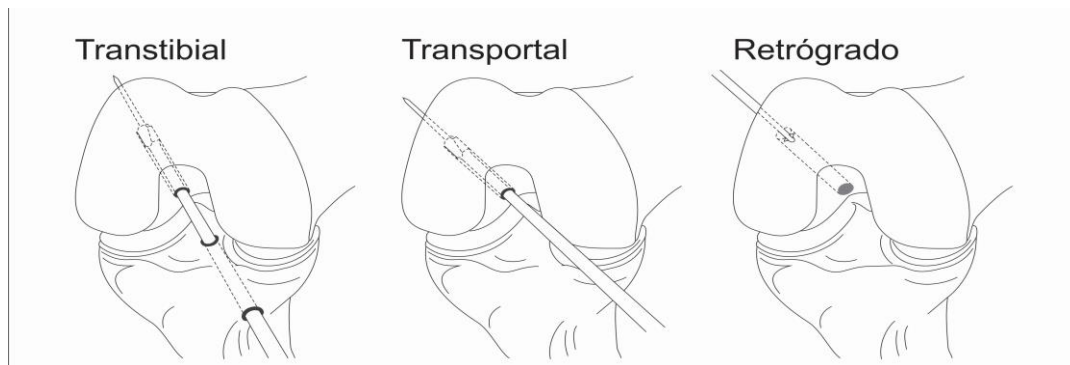

Figura 1: Ilustração da Perfuração do soquete femoral retrógrado utilizando RETROBROCA BUTTON AJUSTÁVEL SINFIX® ou BROCA CANULADA BUTTON AJUSTAVEL SINFIX®.
6.1. Perfurar o soquete femoral retrógrado utilizando a RETROBROCA BUTTON AJUSTÁVEL SINFIX® adequada ao calibre do enxerto (conforme **Tabela 3**) ou utilizando a BROCA CANULADA BUTTON AJUSTÁVEL SINFIX® (Código 1264466 – Registro ANVISA N. ° 80739420022) sobre o fio guia através do portal medial ou transtibial (**Figura 1**).